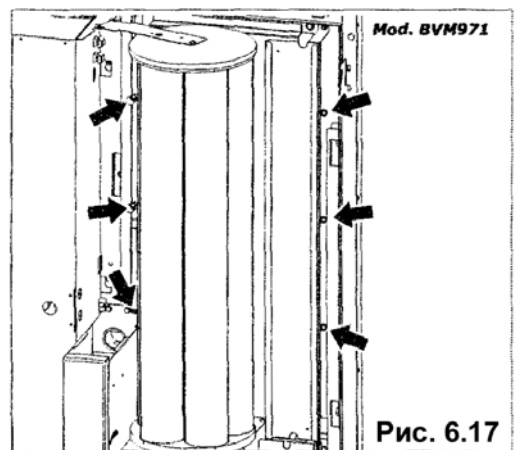

Рис. 6.17
- Отвинтите шесть трехдольчатых винтов, расположенных внутри дверцы, и снимите передний защитный щит (рис. 6.17).